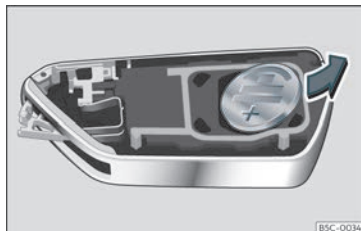

Fig. 69 Chave do veículo: extração da pilha.
- Extraia a pilha do compartimento com um objeto fino adequado >>> **Fig. 69**.
- Coloque a pilha nova, pressionando-a no compartimento respetivo >>> ①.